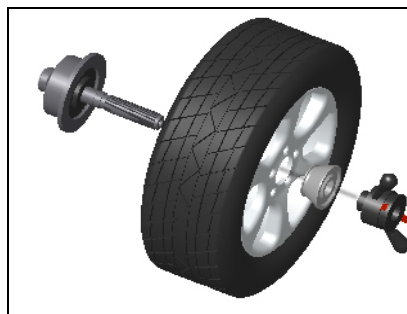

рисунок 6-2
6.2.2.2 Отрицательное позиционирование (рисунок 6-2).